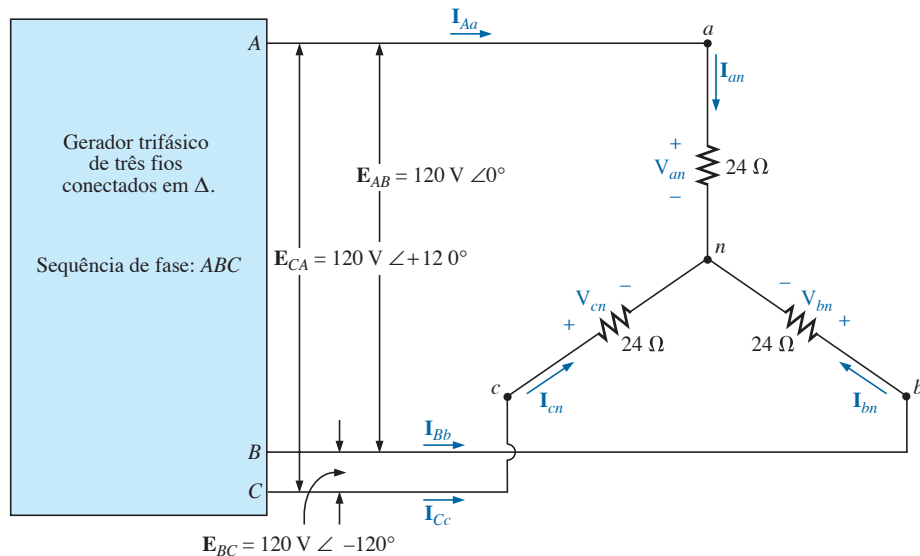

Figura 23.45 Problemas 21, 22, 23 e 37.
- *21. Para o sistema visto na Figura 23.45, determine o módulo das tensões e das correntes desconhecidas.